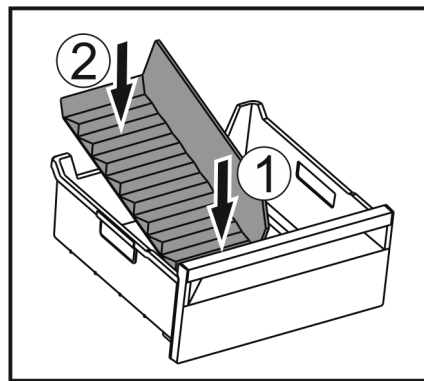

Fig. 107
- ▶ Installer la partie avant du séparateur de congélateur. Fig. 107 (1)
- ▶ Abaisser la partie arrière du séparateur de congélateur jusqu'au fond du tiroir. Fig. 107 (2)